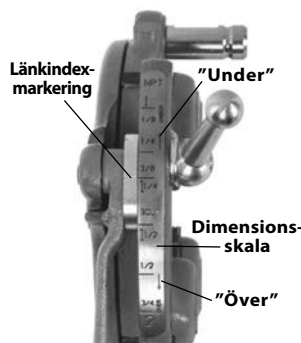

Figur 6 – Isättning av backar
4. Lyft ut brickans tunga ur spåret i dimensionsskalan. För brickan till spårets ände (figur 6).
6. Sätt i lämpliga backar i gänghuvudet, med den numererade kanten uppåt tills indikatorlinjen är i linje med kanten på gänghuvudet (se figur 6). Siffrorna på gängbackarna måste stämma överens med siffrorna på gängbackarnas platser. Byt alltid backar som uppsättningar – blanda inte backar från olika uppsättningar.